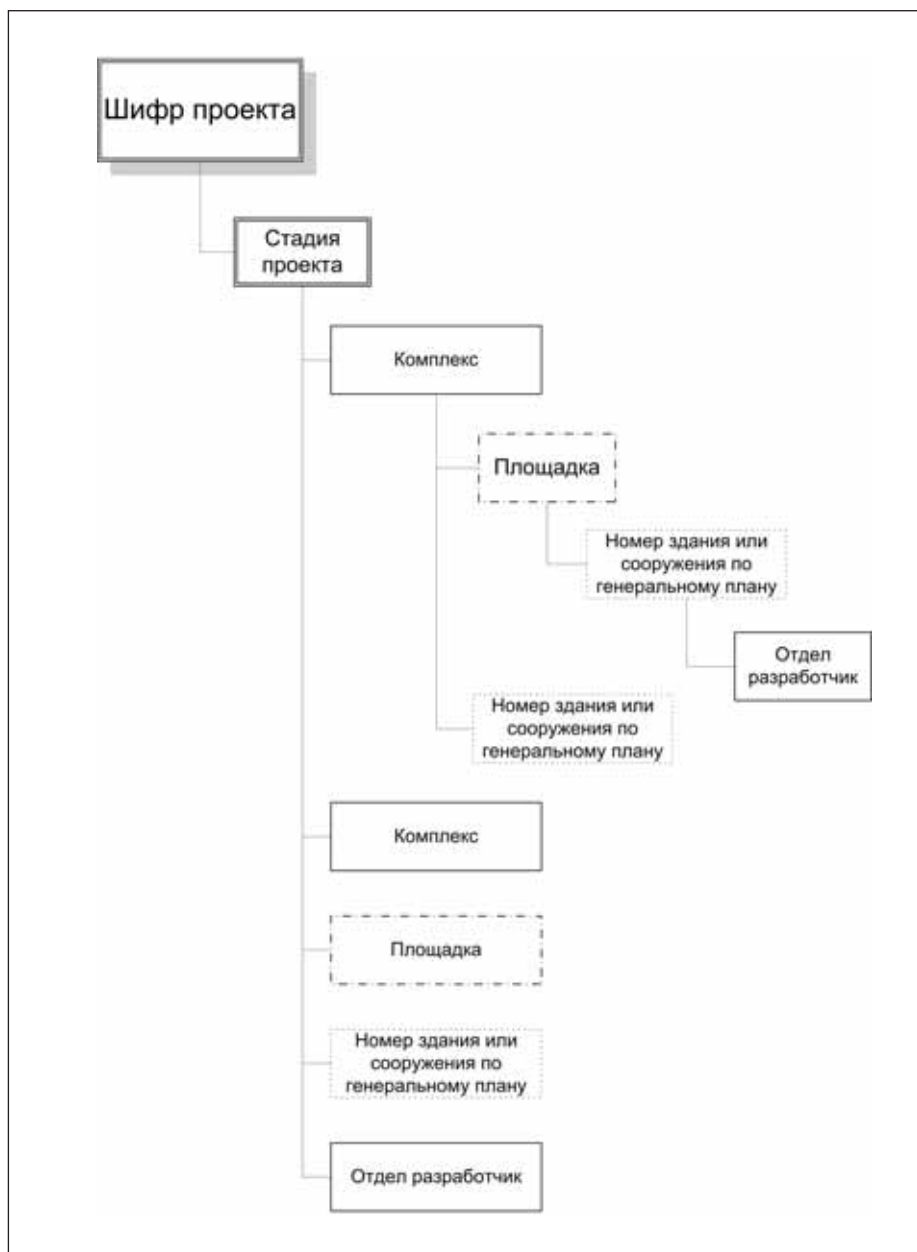

Рис. 1. Структура разрабатываемого проекта
- Возможность создания состава проекта: номер договора (контракта) или шифр объекта строительства, стадия проекта, комплекс, площадка, номер здания или сооружения по генеральному плану, отдел-разработчик (рис. 1).